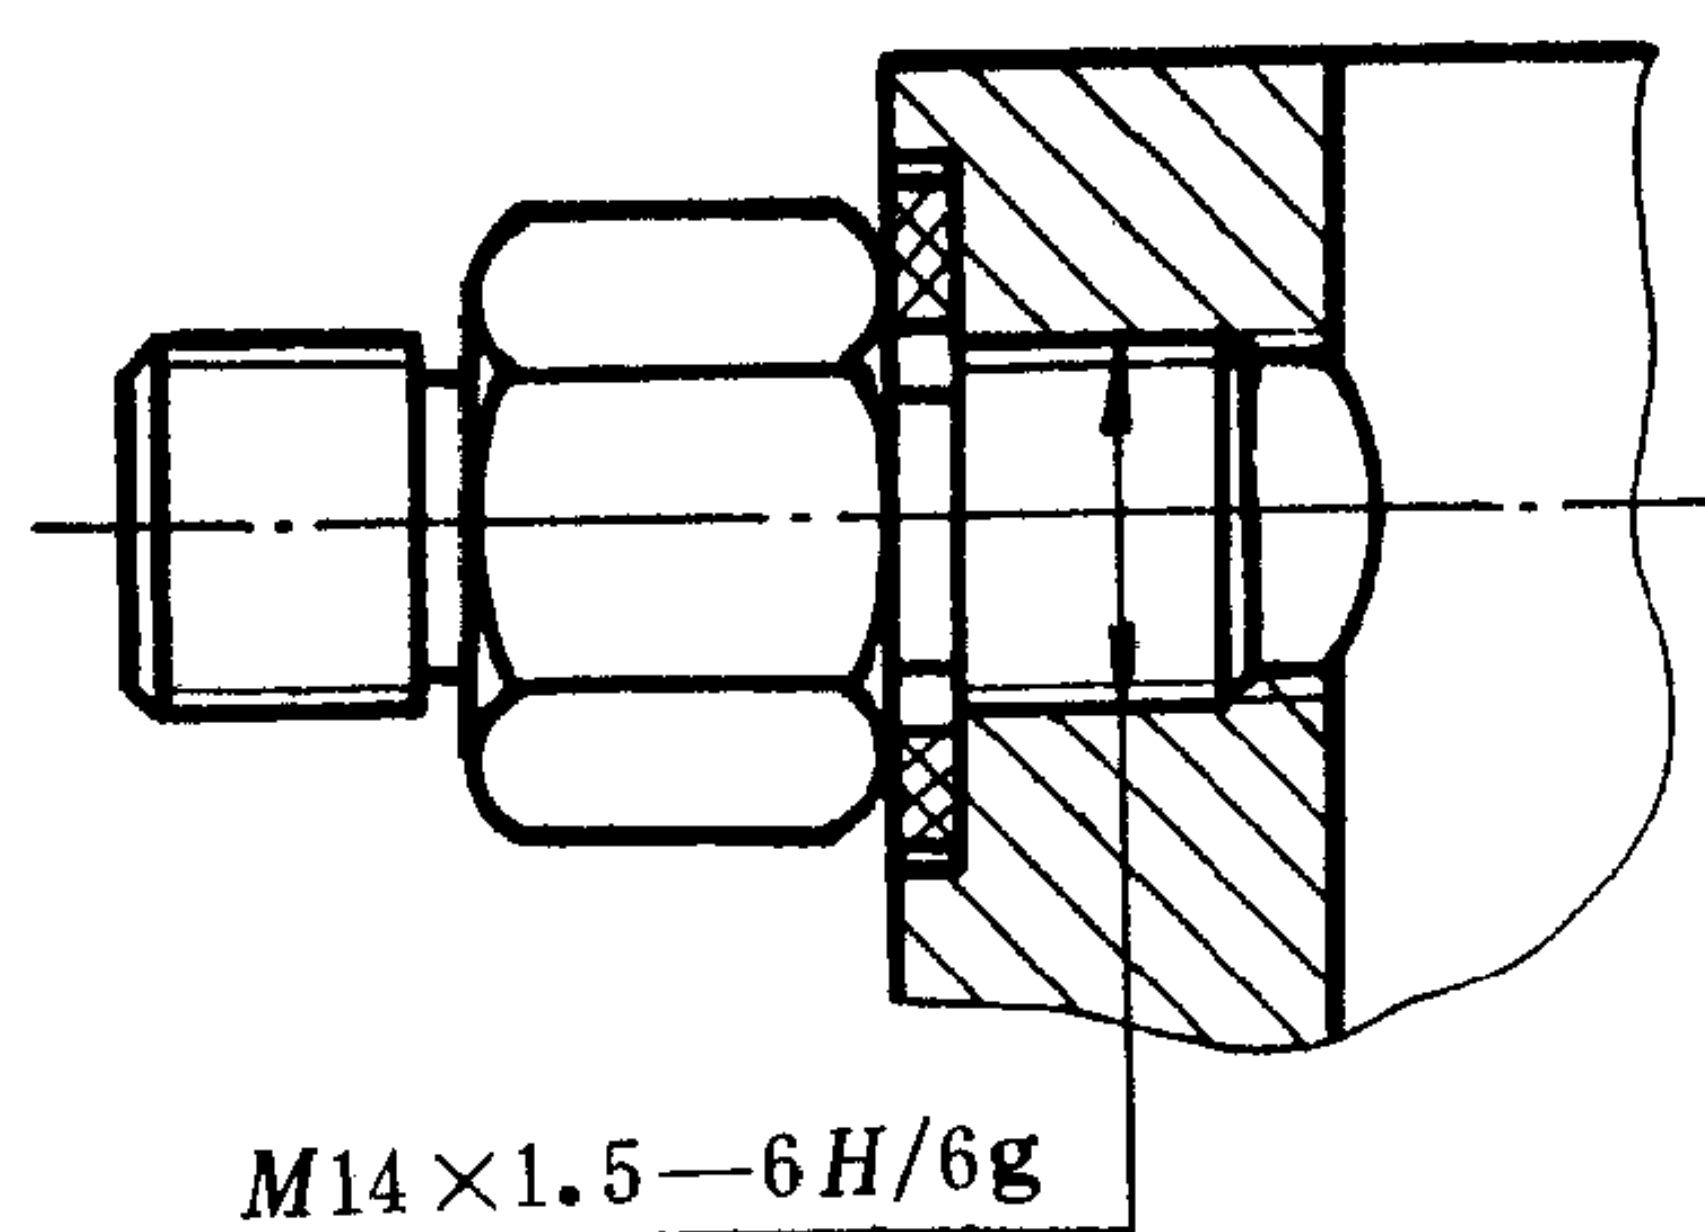
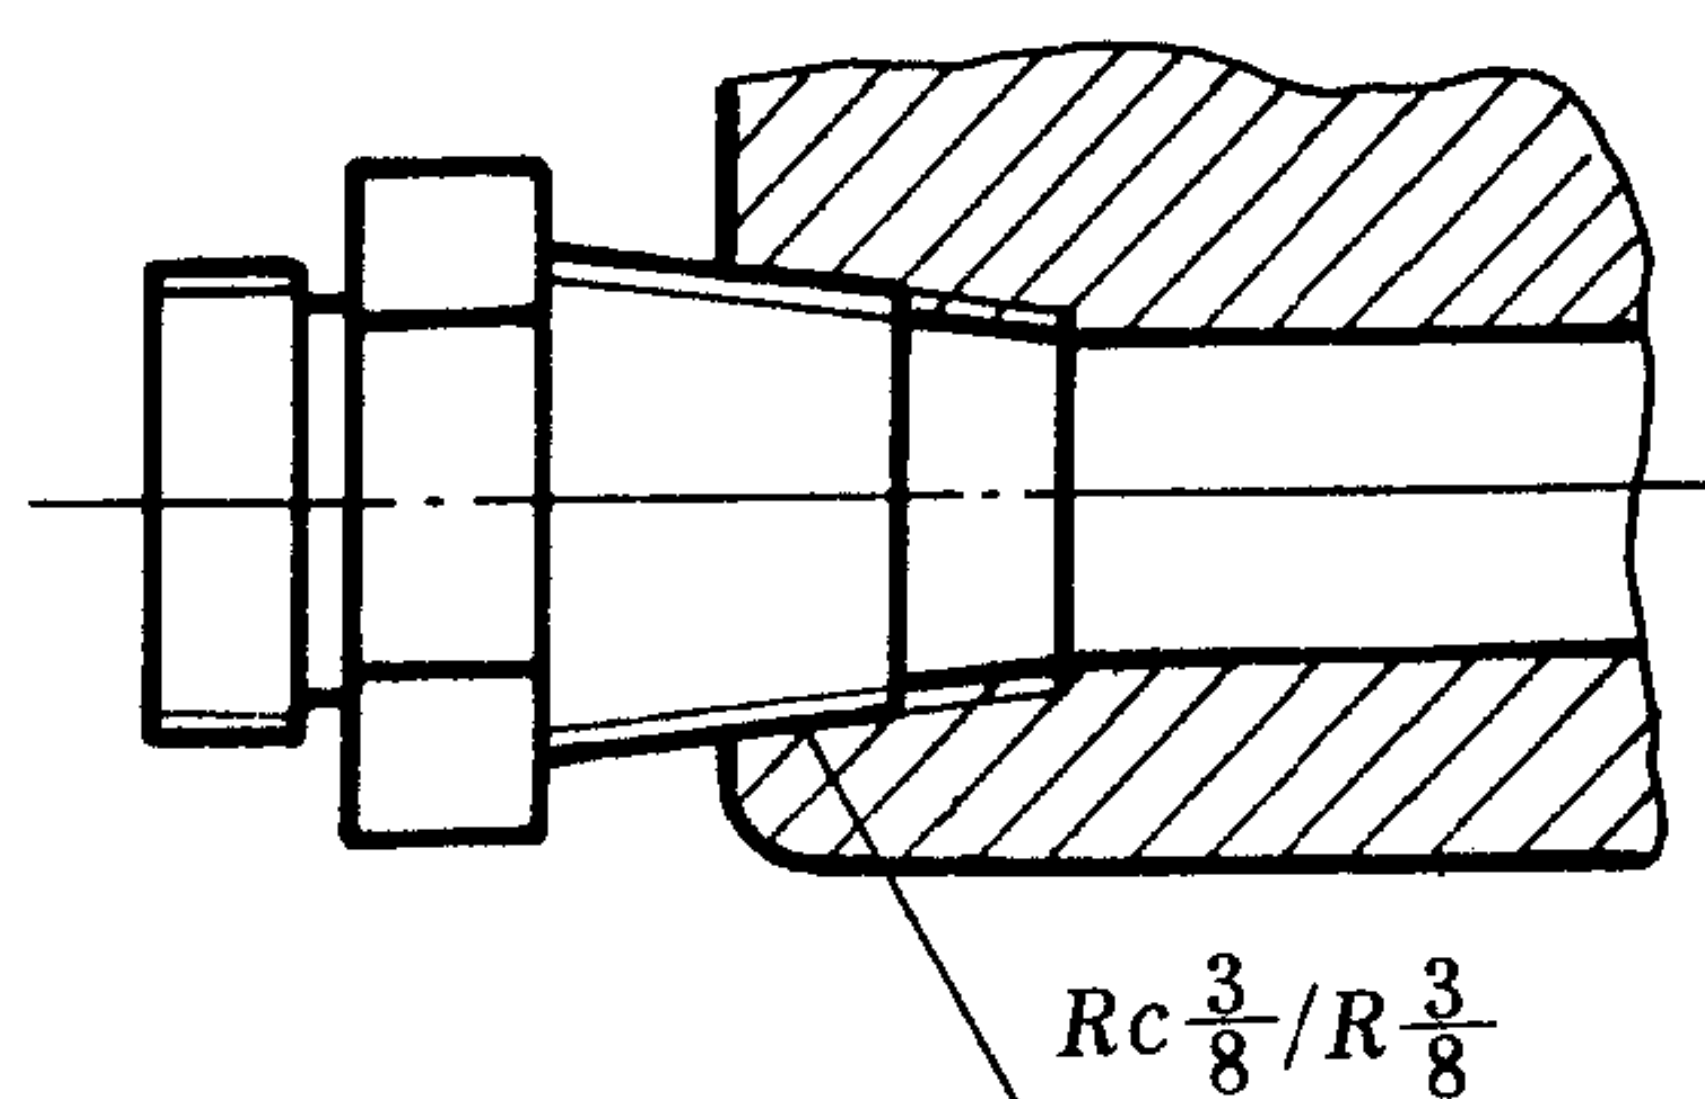
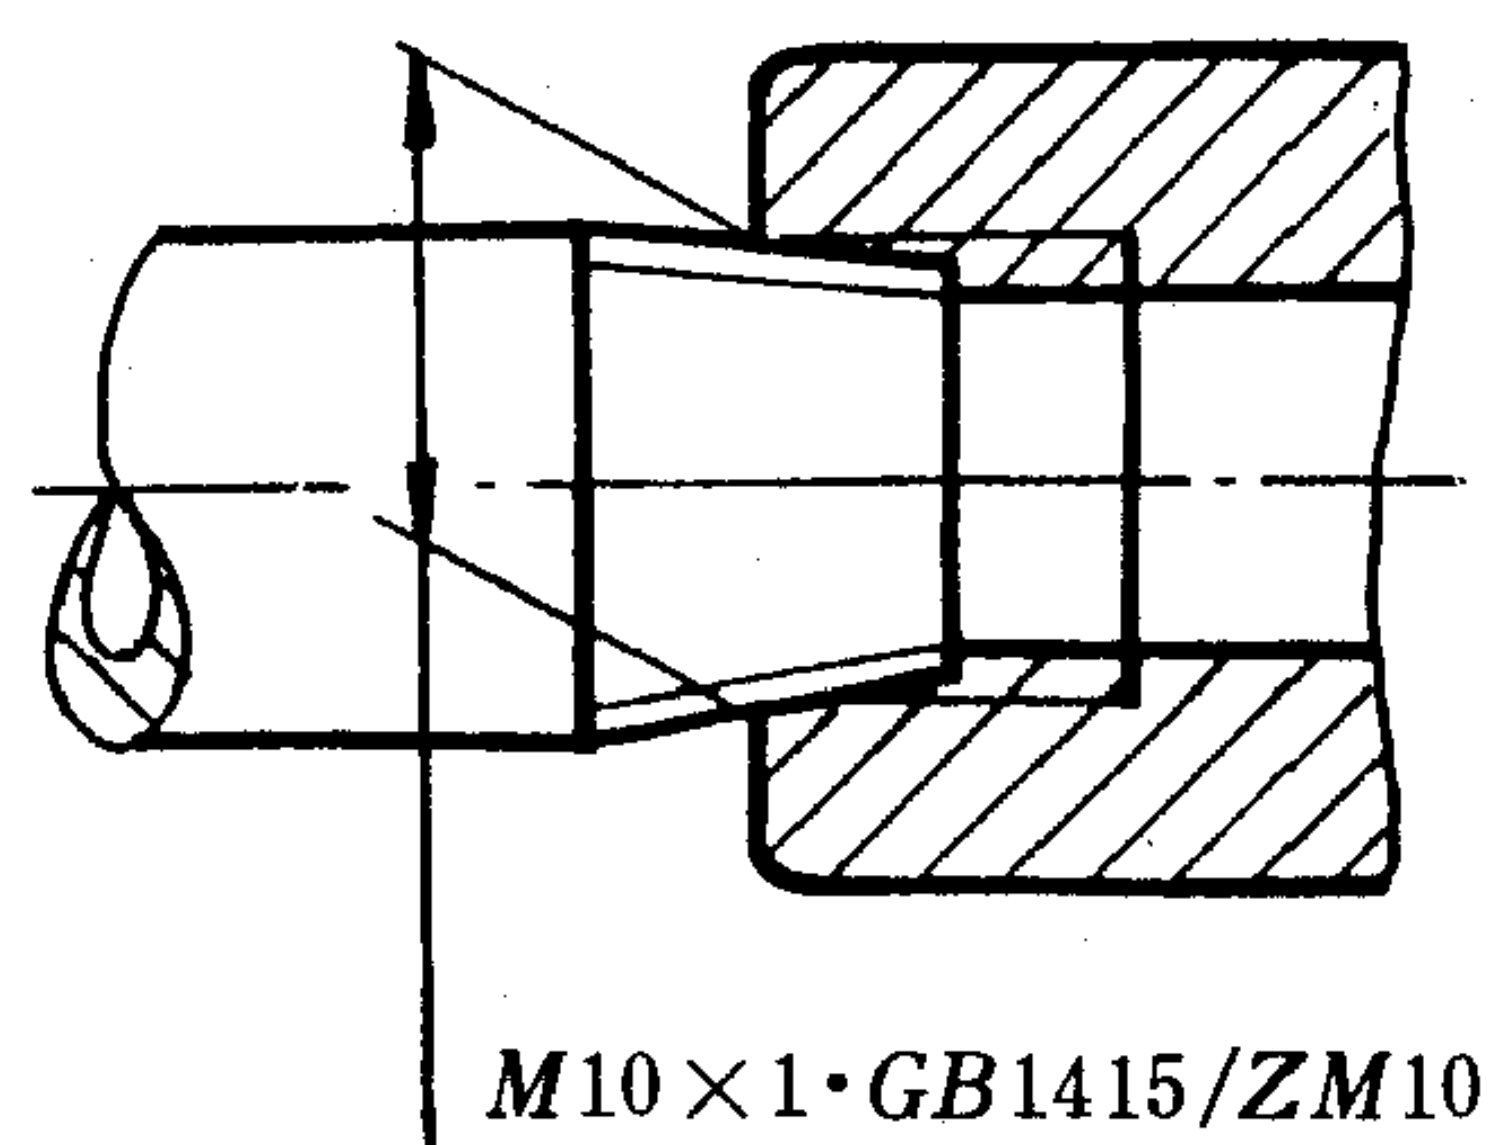

图 27
图 28
图 29
5.2 螺纹副标记的标注方法与螺纹标记的标注方法相同,米制螺纹,其标记应直接标注在大径的尺寸线上或其引出线上(图 27);管螺纹,其标记应采用引出线由配合部分的大径处引出标注(图 28);米制锥螺纹,其标记一般应采用引出线由配合部分的大径处引出标注,也可直接标注在从基面处画出的尺寸线上(图 29)。